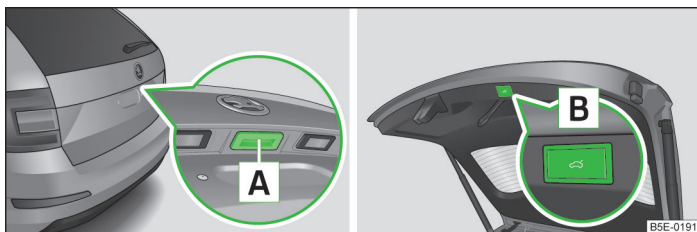

Fig. 21 Operarea capotei
- > Cu mânerul **A** de la partea exterioară a capotei » fig. 21.
- > Cu tasta **B** de la partea interioară a capotei » fig. 21.
- ▶ Apăsați și mențineți apăsată tasta **B** » fig. 21 la pagina 41 pentru mai mult de 3 secunde.